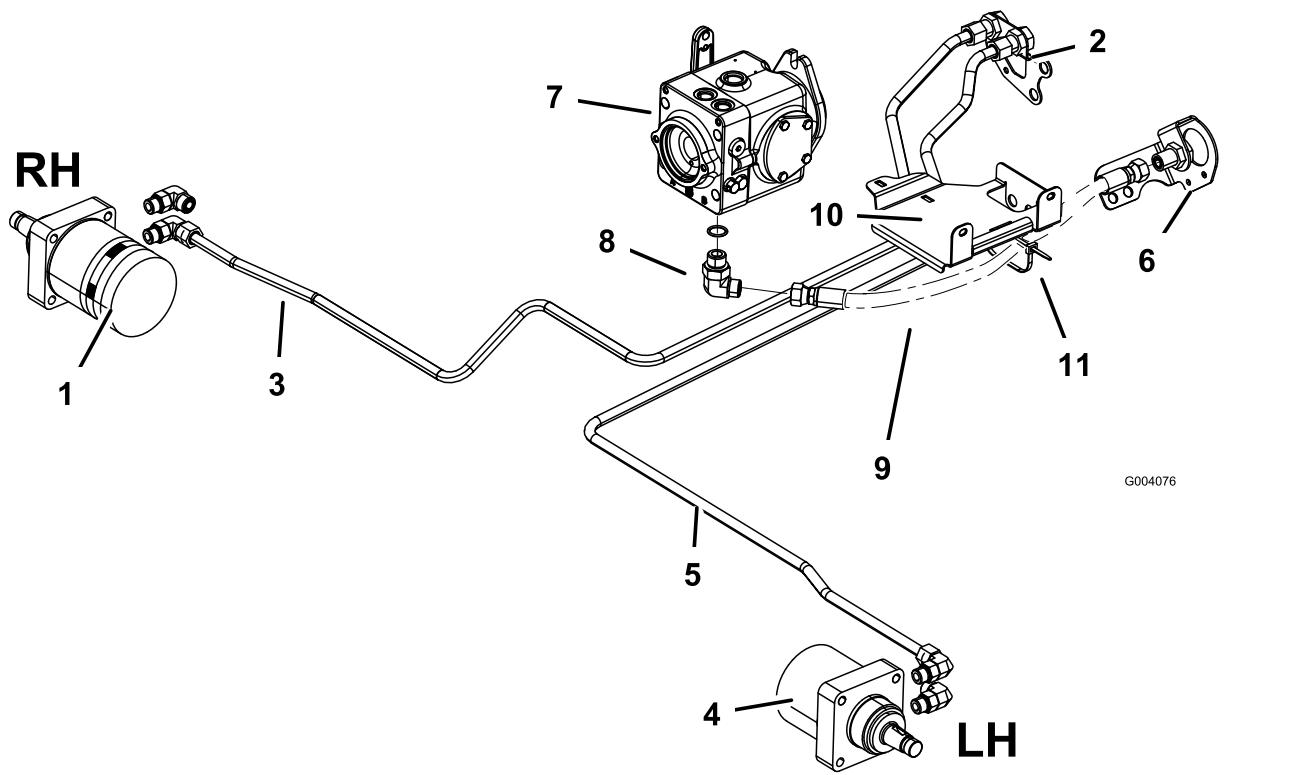

Figura 11
hidráulico direito no anteparo direito da estrutura (Figura 11).
2. Ligue o tubo hidráulico, peça nº 108-7623, ao encaixe do motor da roda esquerda e ao tubo hidráulico esquerdo no anteparo direito da estrutura (Figura 11).
3. Instale o encaixe hidráulico de 90 graus no fundo da bomba variável (Figura 11).
5. Fixe a mangueira hidráulica ao fundo do tabuleiro da bateria com uma braçadeira (Figura 11).